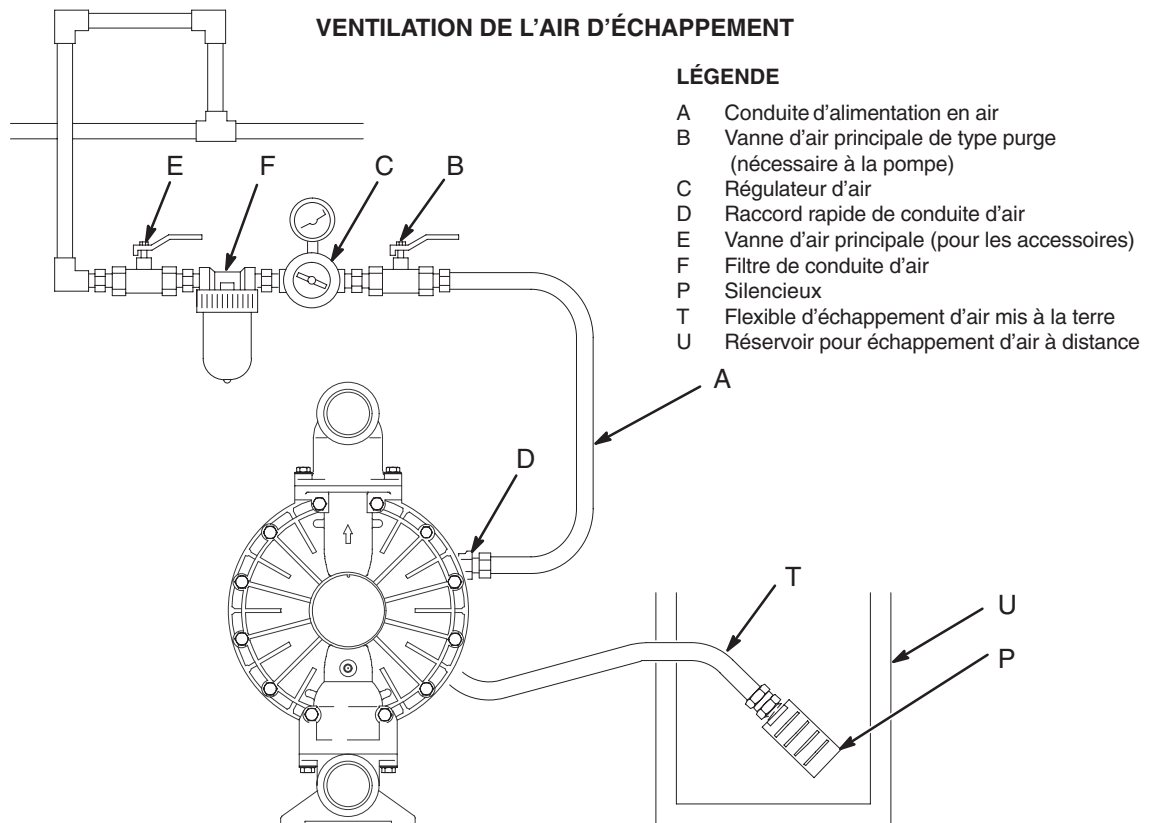

Fig. 5
Une membrane défectueuse provoquera l'échappement du fluide pompé en même temps que l'air. Placez un réservoir approprié à l'extrémité de la conduite d'échappement d'air afin de récupérer le fluide. Consultez la Fig. 5.
1. Retirez le silencieux (P) de l'orifice d'échappement d'air de la pompe.
2. Installez un flexible d'échappement d'air mis à la terre (T) et branchez le silencieux (P) à l'autre extrémité du flexible. La taille minimum du diamètre intérieur du flexible d'échappement d'air est de 19 mm. Si un flexible de plus de 4,57 m doit être utilisé, utilisez un flexible d'un diamètre supérieur. Évitez les angles trop aigus et les nœuds dans le flexible. Consultez la Fig. 5.
3. Installez un réservoir (U) à l'extrémité de la ligne d'échappement d'air pour récupérer le fluide en cas de rupture de membrane.